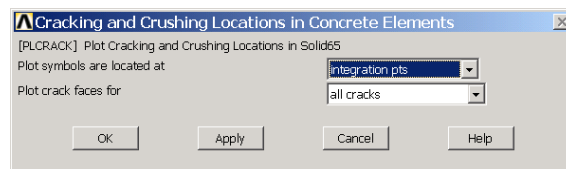

图6.22 显示混凝土压碎图
(1) 单击 Main Menu>General Postproc>Plot Results>ConcPlot> Crack/Crush 菜单，弹出如图 6.22 所示的对话框。